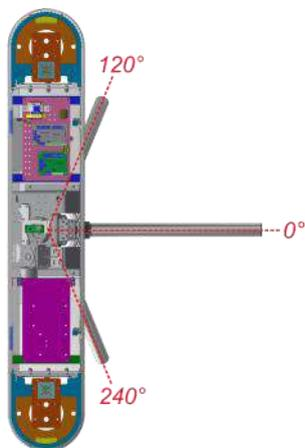

Рис.21 –Поводок турникета в нулевом положении
2. Выставить новое нулевое положение поводка (Рис.21):